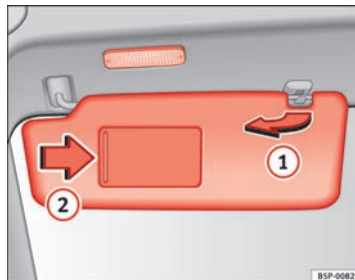

Fig. 84 Parasol del lado del conductor
Los parasoles del conductor y del acompañante pueden extraerse de sus soportes centrales y girarse hacia las puertas ⇒ fig. 84 ①.